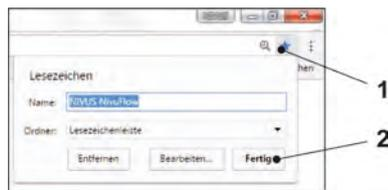

Fig.31-25 Créer le favori (exemple)
7. Pour ajouter un favori dans le navigateur (pour un accès direct), appuyer sur l'étoile pour « Bookmarks » (Fig.31-25 point 1) (ici par ex. Google Chrome) et confirmer avec « Done » (Fig.31-25 point 2).